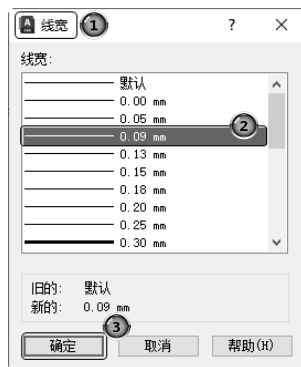

图 2-19 选择线宽
⑥ 单击“中心线”图层对应的“线宽”选项，①打开“线宽”对话框，②选择 0.09 mm 线宽，如图 2-19 所示，③单击“确定”按钮后返回“图层特性管理器”选项板。